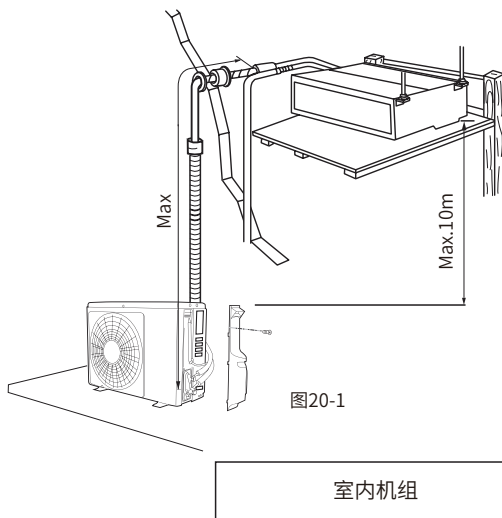

图20-1
2. 允许连接管最小长度为3米，最大长度为12米（1F25PVX）、20米（1F35PVX）、25米（1F50/61/72PVX）不需要追加制冷剂。（图20-1）